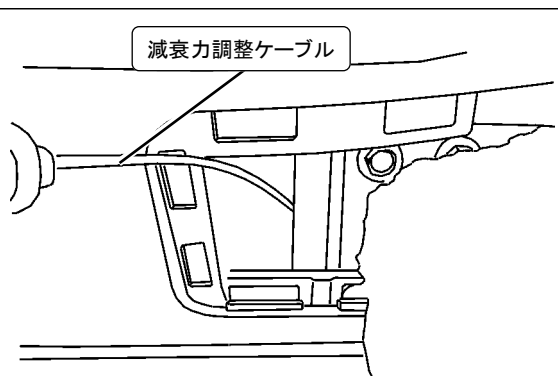

図4-2
5. アクスルビームをジャッキで下から支えながら、減衰力調整ケーブルを図の位置から車内に通し、ケーブルにダイヤルを取付け、スクリュで固定してください。スクリュの締付けは六角レンチ（1.5mm・同梱品）を使用してください。（図4-2）
④リアサスペンションASSYローア取付ボルト